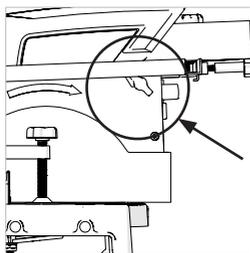

Fig. 23a
- Certifique-se de que a mesa está na posição mais baixa (ver Fig. 23a e 23b)
1. Ajuste da altura da mesa (Fig. 23a e 23b)